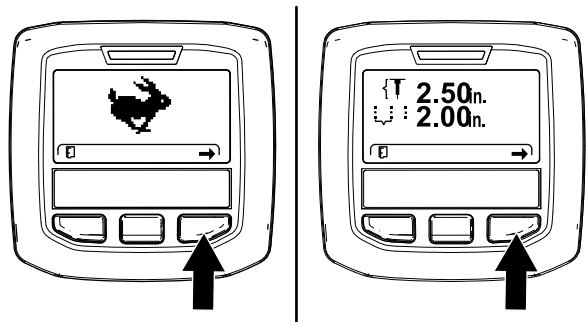
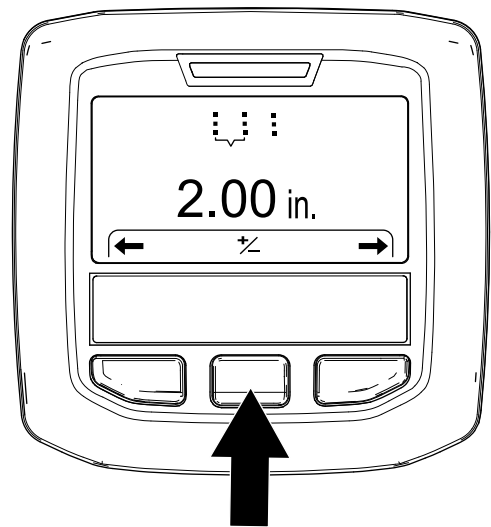

Figura 54
Figura 55
3. Premete il tasto destro dell'InfoCenter fino a quando non viene visualizzata la schermata Impostazione della distanza tra i fori (Figura 54 e Figura 55).